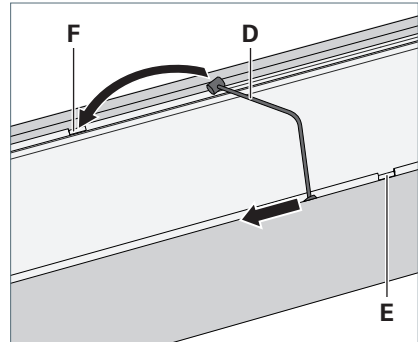

Fig. 3: Drahtseil in Leuchte einhängen.
- ▶ Führen Sie ein Ende des Drahtseils **D** in die Öffnung **E** an der Oberseite der Leuchte ein, siehe Fig. 3.